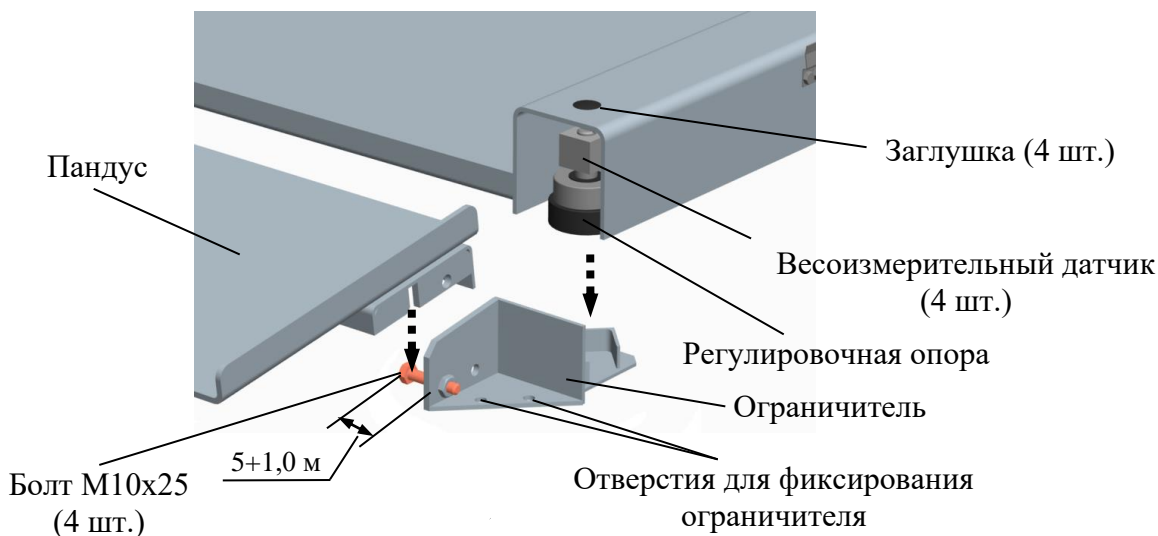

Рисунок 4.2 – Сборка модуля взвешивающего 4D-LA
4.3.3 Отрегулируйте болты в ограничителе так, чтобы зазор между головкой болта и стенкой ограничителя был $5 \pm 1,0$ мм (см. рис. 4.2).
4.3.4 Поочередно приподнимая каждый из четырех углов платформы, подложите ограничители под регулировочные опоры датчиков и установите пандусы (см. рис. 4.2).
☞ При необходимости зафиксируйте ограничитель болтами М10 (8 шт.) через отверстия (см. рис. 4.2). Болты для фиксации ограничителя в комплект поставки не входят.